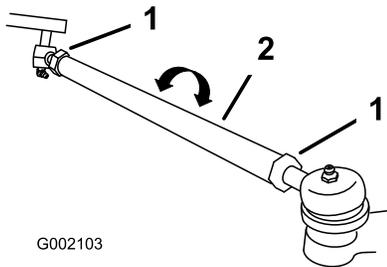

Figura 45
- Si la medida no está dentro del intervalo especificado (consulte las dimensiones y los parámetros que figuran al principio de este procedimiento), afloje las contratuercas en ambos extremos de las bielas (Figura 45).